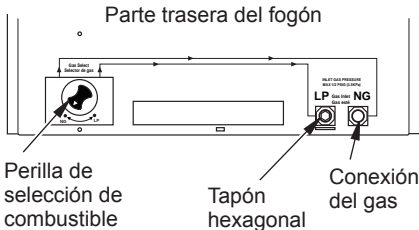

Figura 7 - Ajustes para Gas Natural
2. Para GAS NATURAL, presione la perilla con un destornillador plano con hoja de un cuarto de grosor y gire la perilla en dirección de las manecillas del reloj hasta que la perilla quede fijada en la posición NG (consulte la Figura 7). El dispositivo de selección de combustible debe estar fijo en la posición NG. No use el calentador con la perilla ubicada entre las dos posiciones.
4. Retire el tapón hexagonal (con la llave provista) de la entrada de gas natural del regulador (consulte la Figura 7). Coloque el tapón hexagonal en la entrada LP del regulador. Instale la tubería de gas en la entrada del regulador de gas natural. Utilice sellador de roscado para evitar fugas.